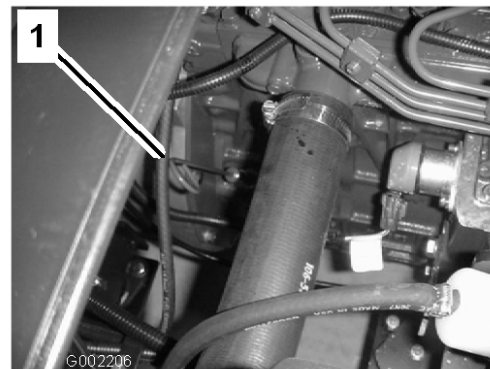

Bild 38
2. Nehmen Sie den Peilstab heraus, der sich unter dem Fahrersitz befindet, und wischen Sie ihn mit einem sauberen Lappen ab (Bild 38). Stecken Sie den Peilstab in das Rohr und stellen Sie sicher, dass er vollständig eingeführt ist. Nehmen Sie den Peilstab heraus und prüfen Sie den Ölstand.
13. Nehmen Sie den Ölfülldeckel ab und gießen Sie langsam 80 % der angegebenen Ölmenge am Öleinfüllstutzen in den Motor (Bild 38).